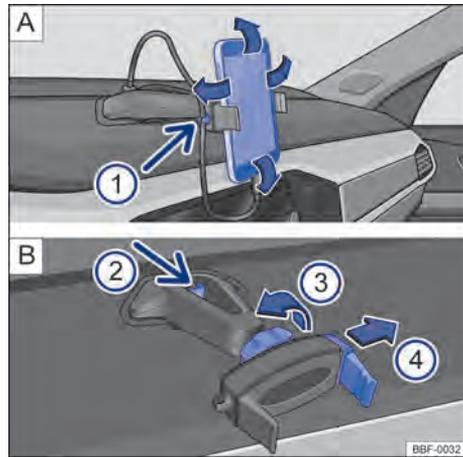

Fig. 223 En la consola central: soporte para teléfono celular y ajustes.
- Sujetar el soporte con una mano y presionar la tecla de desbloqueo → fig. 223 B (2) (flecha).
- Con la varilla → fig. 223 B (4) mover en la dirección de la flecha, e instalar el teléfono celular en el alojamiento.
- Con la otra mano mover la varilla → fig. 223 B (4) hasta que se pueda retirar el aparato del alojamiento.
- Colocar el cable USB en la entrada cargador USB del soporte existente en el tablero de instrumentos → fig. 223 **A**.
- Sujetar el cable en el soporte → fig. 223 **A** **1**.
- Para liberar el movimiento del soporte, girar la traba → fig. 223 **B** **3** en la dirección opuesta de la flecha.
- Para fijar la posición, girar la traba en el sentido de la flecha **3** → fig. 223 **B** hasta la fijación completa del soporte.
El soporte para teléfono celular tiene una garantía de 3 años, con excepción de la varilla deslizante (garra) → fig. 223   que tiene garantía de **1 año**.